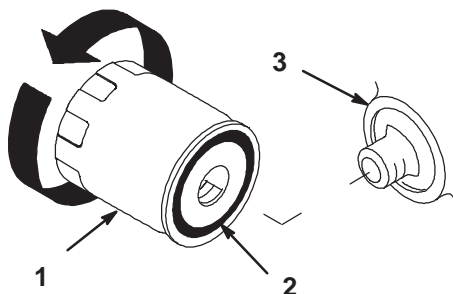

Figure 39
2. Déposez le filtre à huile usagé et essuyez la surface du joint de l'adaptateur (Fig. 39).
4. Appliquez une fine couche d'huile neuve sur le joint en caoutchouc du filtre de rechange (Fig. 39).
5. Posez le filtre à huile de rechange sur l'adaptateur. Tournez le filtre dans le sens horaire jusqu'à ce que le joint en caoutchouc rejoigne l'adaptateur, puis donnez 1/2 tour supplémentaire (Fig. 39).